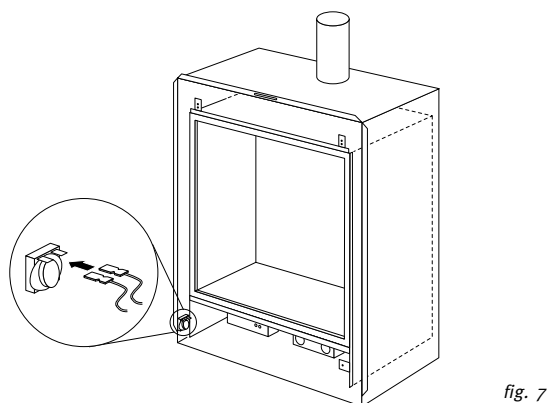

fig. 7
7. Sluit de TTB-kabel aan op de TTB (zie fig. 7).